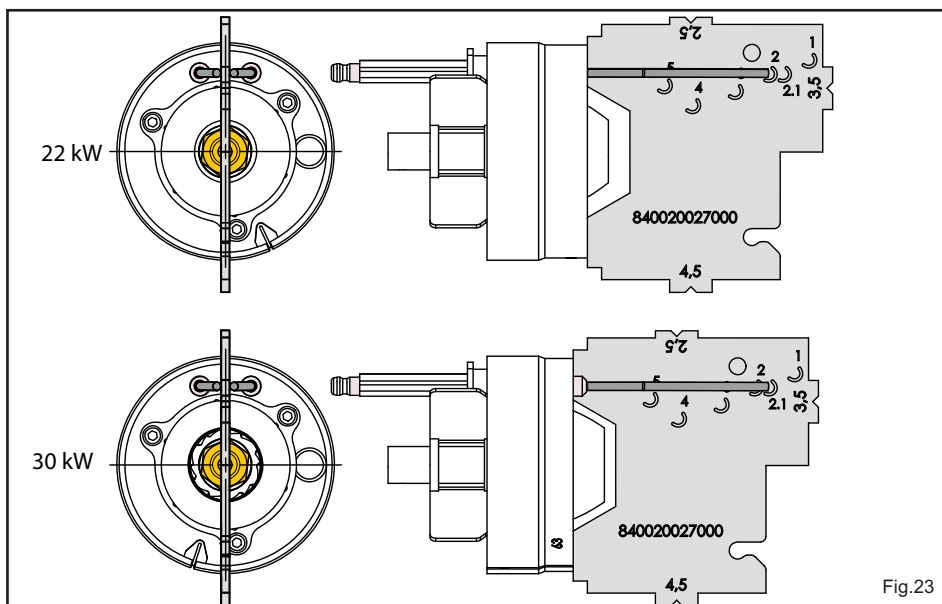

Fig.23
Démonter le brûleur de la chaudière et vérifier que tous les éléments sont en bon état, qu'ils n'ont pas été endommagés par des températures élevées, qu'ils ne sont pas souillés, qu'ils ne sont pas recouverts de suie et qu'ils sont à leur place (Fig.23). Nettoyer le déflecteur. Vérifier la position des électrodes.
- Après le remplacement du gicleur, vérifier toujours la position des électrodes (Fig.23). Une position erronée des électrodes pourrait donner des problèmes d'allumage.